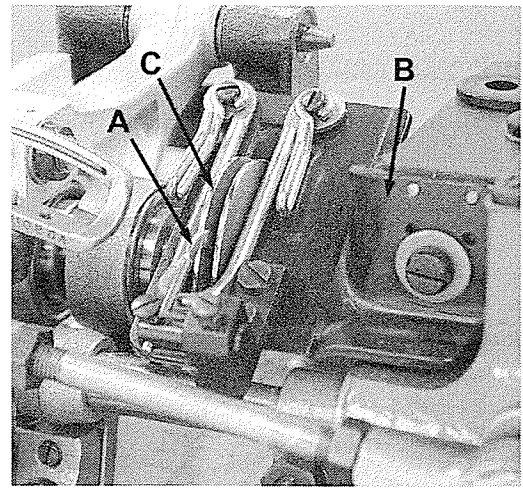

Fig 13
El gancho que arroja el hilo del looper (A, Fig. 13) está ubicado en la lámina del alimentador del hilo (B) controla la cantidad de hilo suelto que se suministra para la costura y puede ser movido hacia todos los lados. El debe ser posicionado lateralmente en el medio de los 2 discos del alimentador (C) y con su punta en forma paralela a los discos. Generalmente se posiciona el gancho hacia el alimentador casi en el límite de su ranura para que apenas se levante en el punto mas alto del alimentador. Los ajustes verticales y laterales del retenedor de hilo afectan el control del hilo del looper mientras el looper se mueve hacia la izquierda. Usualmente se fija el retenedor a una posición aproximadamente horizontal. Se agrega mas hilo del looper a la puntada cuando se levante el retenedor y lo pone hacia el alimentador. Sin embargo, si la posición del retenedor es demasiado alta, el lazo del hilo del looper puede ser llevado debajo del gancho del looper, causando puntadas falsas. Esto se puede revisar observando el comportamiento del hilo del looper mientras el looper se está moviendo hacia la izquierda.